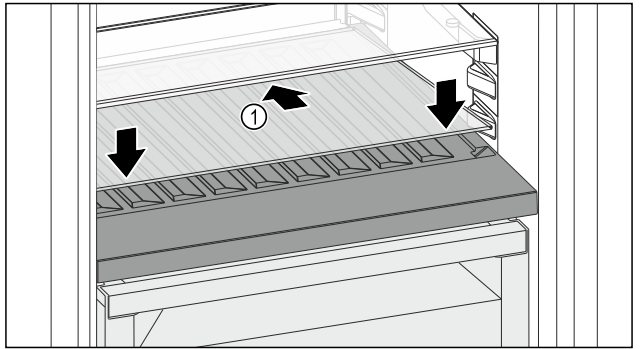

Fig. 86
► 向后下方倾斜放置玻璃隔板 Fig. 86 (1)。
► 放低玻璃隔板 Fig. 86 (1) 前部。